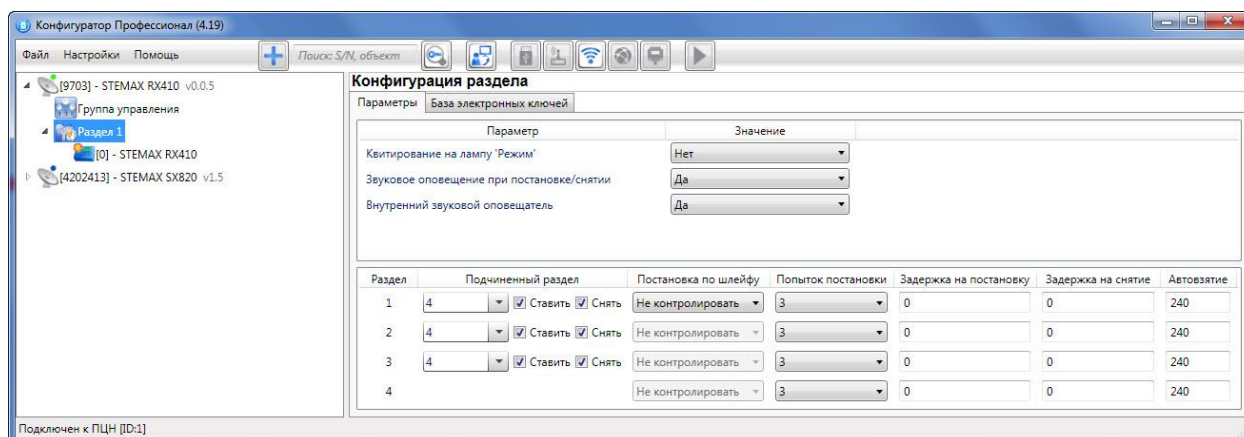

Рисунок 4.27 — Пример 1
1. В офисном здании, есть общее помещение (холл или коридор), через которое проходят все сотрудники расположенных в нем трех организаций. Из этого помещения они входят в свои офисы. Удобно использовать следующую схему настройки разделов: каждый из офисов (разделы 1..3) назначается главным разделом, а общее помещение (раздел 4) назначается подчиненным разделом. Подчиненный раздел будет ставиться на охрану только после того, как на охрану поставлены все главные разделы. В конце рабочего дня сотрудники, уходя, будут ставить свои офисы на охрану; когда последний уходящий сотрудник поставит на охрану свой офис, подчиненный раздел также встанет на охрану. На следующее утро, когда первый пришедший сотрудник снимет с охраны свой офис, подчиненный раздел автоматически снимется с охраны. Настройка, соответствующая этому примеру, показана на иллюстрации (см. рисунок 4.27).